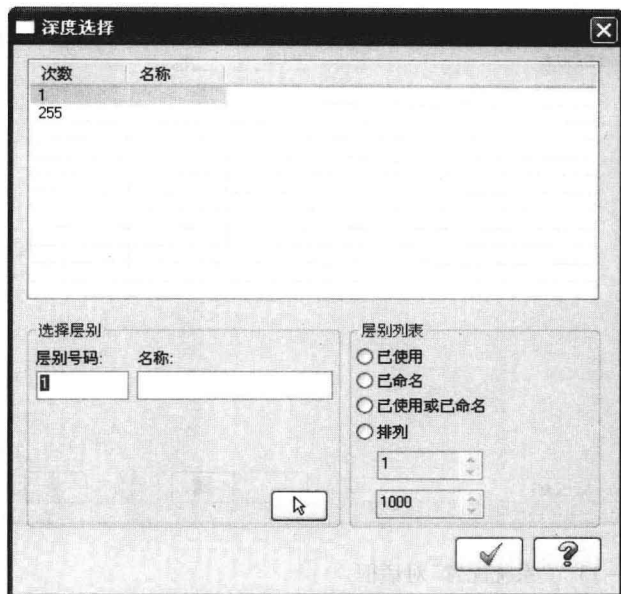

图 1-9 “深度选择”对话框
(2) “层别”:设置当前绘制图素所在的图层,可以直接在文本框中输入图层号,也可以单击“选择”按钮 ,打开“深度选择”对话框(见图 1-9)来选择图层。